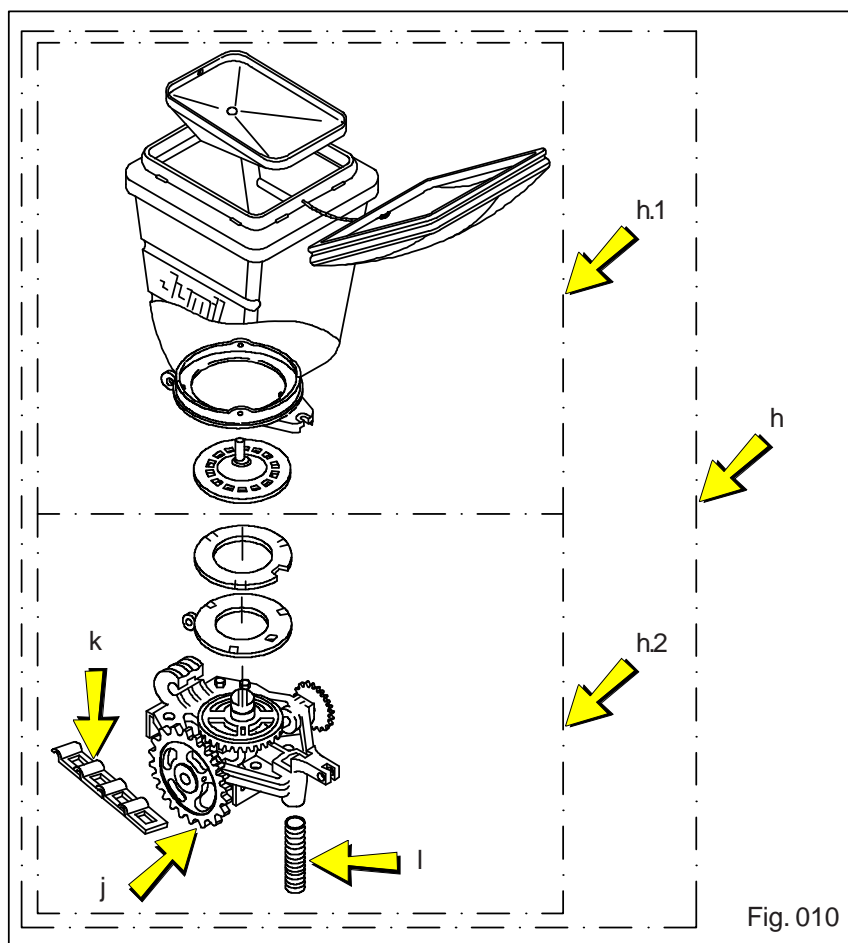

Fig. 010
- 1 - Retire o sub- conjunto “h-1” (Fig.010) ou o conjunto “e”(Fig.009)
- 3 - Retire o condutor “i” (Fig.010) do sub-conjunto “h-2”
- 5 - Retire a engrenagem “j” e 05 elos da corrente “k” (Fig.010) sub-conjunto “h-2”.
- 1 - Retire o conjunto “a” (Fig.008) ou o conjunto “h”(Fig.010)
- 2 - Monte o sub-conjunto "h-1"(Fig.010) ou o conjunto "h"(Fig.010).
- 4 - Monte o condutor "i" (Fig.010) do sub-conjunto "h-2"
- 6 - Coloque a engrenagem "j" e 05 elos da corrente "k" (Fig.010) do sub conjunto "h-2".